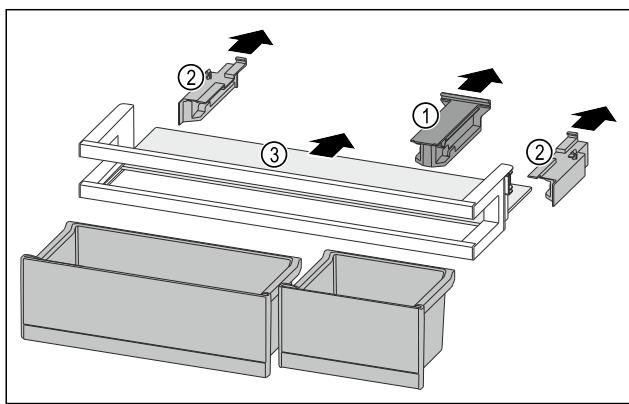

Fig. 88
- Stiahnite prídružný diel Fig. 88 (1).
- Stiahnite bočnice Fig. 88 (2).
- Odoberte odkladaciu plochu Fig. 88 (3).